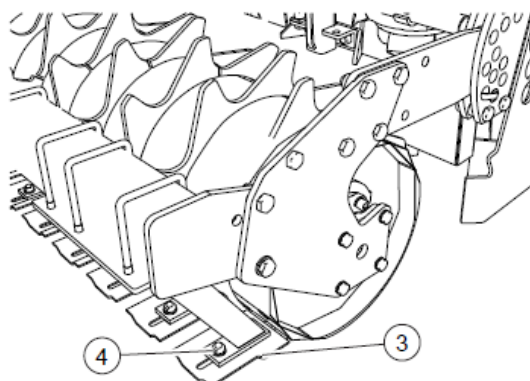

FIG. 23
- Desserrer l'écrou (4, "Fig. 23").
- Approcher le décrottoir (3) au rouleau.
- Serrer l'écrou (4).